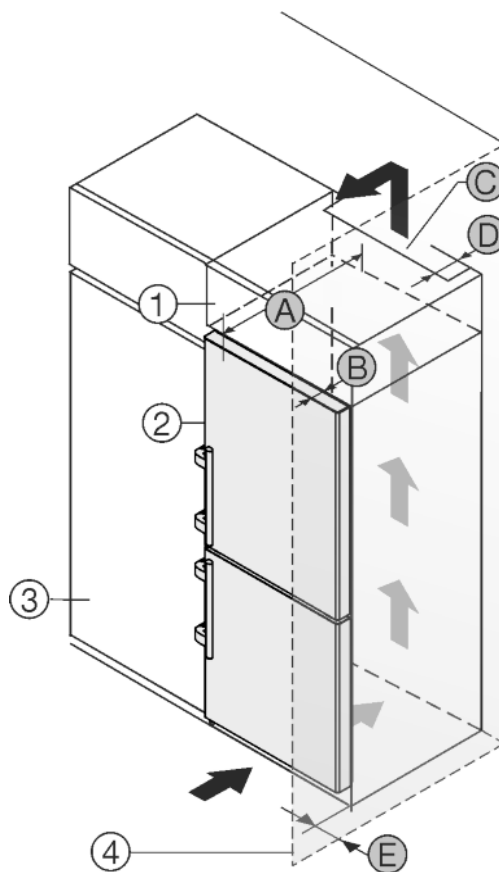

Fig. 47
Přístroj lze zabudovat do kuchyňských skříní. K vyrovnání přístroje Fig. 47 (2) na výšku kuchyňské linky lze na přístroj nasadit nástavec Fig. 47 (1).
Přístroj lze instalovat přímo vedle kuchyňské skříňky Fig. 47 (3). Aby bylo možné dvířka plně otevřít, musí přístroj přesahovat o hloubku Fig. 47 (B) vůči přední linii kuchyňské skříňky. V závislosti na hloubce kuchyňských linek a použití vymežovačů odstupů od stěny může přístroj vyčnívat dále.
- Na zadní straně nastavné skříňky musí být větrací šachta hluboká Fig. 47 (D) přes celou šířku nastavné skříňky.
- Pod stropem místnosti musí být dodržen ventilační průřez Fig. 47 (C).
Pokud je přístroj se závěsy instalován vedle stěny Fig. 47 (4), musí být dodržena vzdálenost Fig. 47 (E) mezi přístrojem a stěnou. To odpovídá přesahu madla při otevřených dveřích.